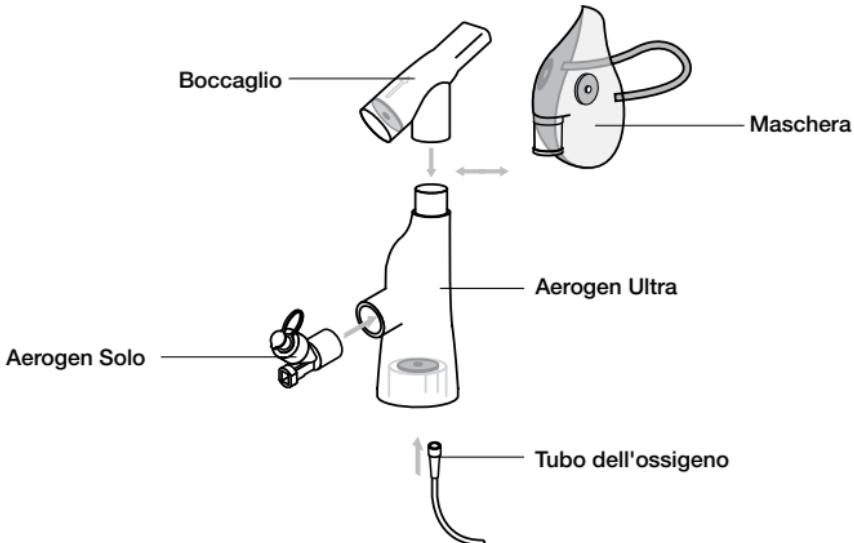

Figura 11. Montaggio dell'Aerogen Ultra
1. Inserire saldamente il nebulizzatore Aerogen Solo nell'Aerogen Ultra, orientandolo come mostrato in figura 11.